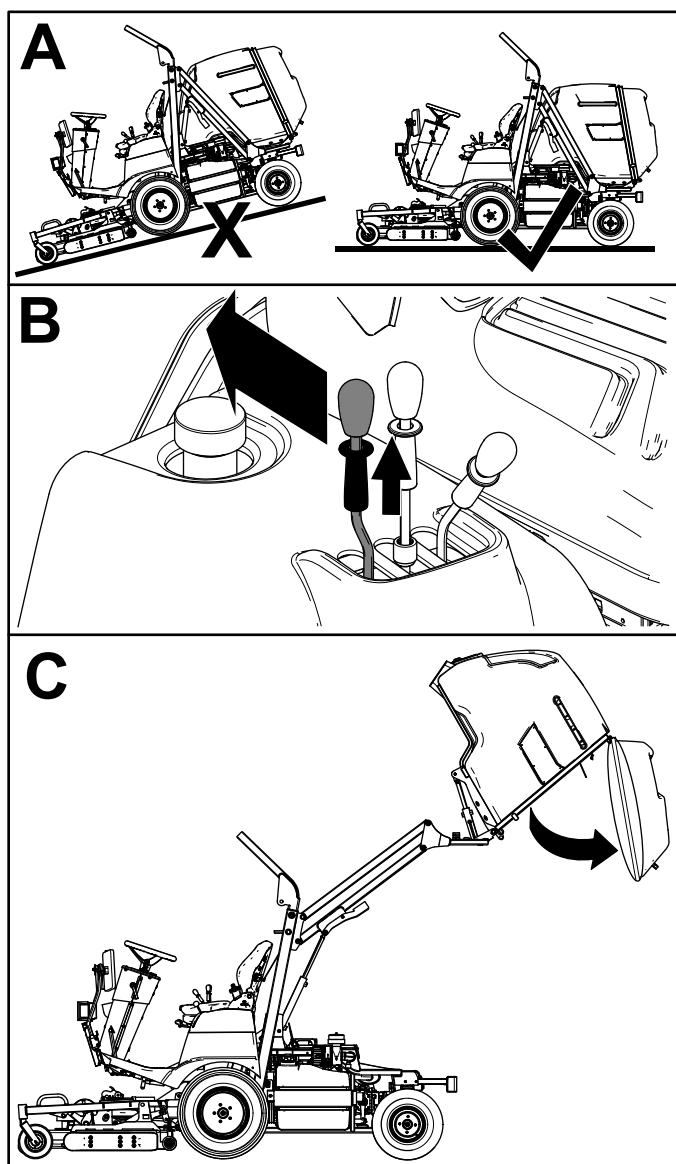

Figure 25
2. Tirez sur la bague de blocage du levier de décharge de la trémie et déplacez le levier en arrière pour vider la trémie (Figure 25).